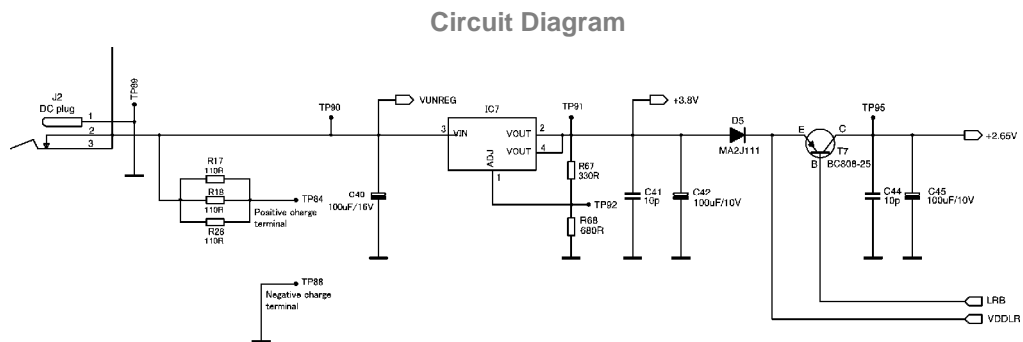

Fig. 21
5.2.8. POWER SUPPLIES (SEE Fig. 21)